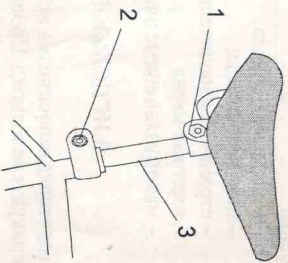

Рис. 3
3.1.4.1 Установите подседельный палец 3 (рис. 3) в замок 1 седла и затяните гайку замка.